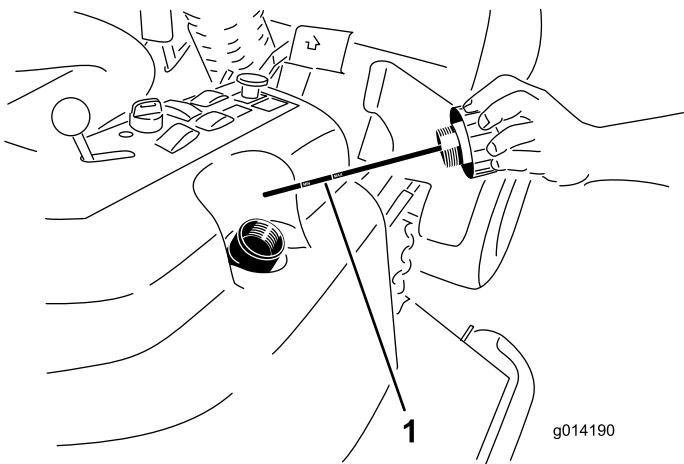

Figure 49
2. Enlevez le bouchon (Figure 49) du goulot de remplissage du réservoir hydraulique.
3. Retirez la jauge et essuyez-la sur un chiffon propre (Figure 49).
4. Vissez la jauge dans le goulot de remplissage, ressortez-la et vérifiez le niveau de liquide (Figure 49). Si le niveau n'atteint pas la zone crantée de la jauge, ajoutez une quantité suffisante de liquide hydraulique de haute qualité pour faire monter le niveau jusqu'à la zone crantée. **Ne remplissez pas excessivement.**